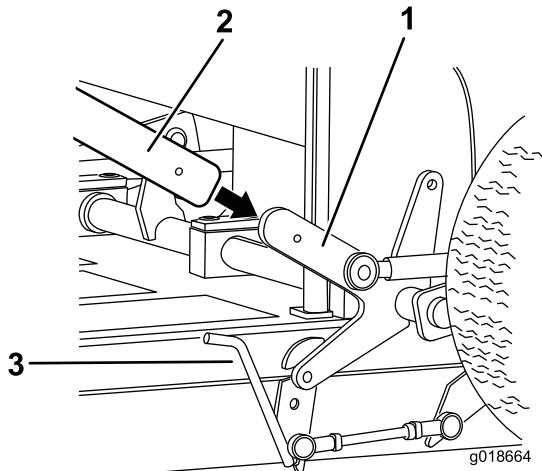

Bild 9
1. Reinigen Sie die Bereiche um den Tankdeckel herum und nehmen Sie den Deckel ab (Bild 9). Füllen Sie den Kraftstofftank bis ca. 25 mm unter der Oberkante des Tanks mit bleifreiem Benzin (min. 87 Oktan), damit sich der Kraftstoff ausdehnen kann.
B. Schieben Sie die Stange auf die Nase an der linken Seite des Hubarms und befestigen sie mit einem Klappstecker (Bild 9).